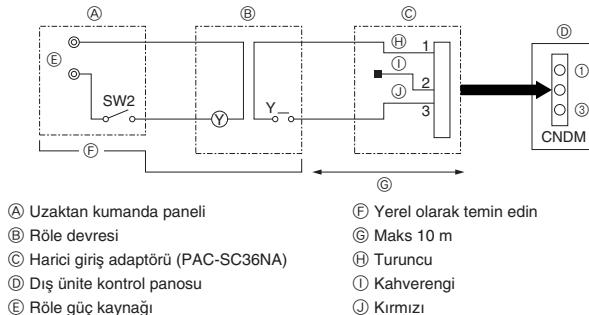

Fig. 9-2
① Harici giriş adaptörü (PAC-SC36NA) kullanırken, devreyi gösterdiği şekilde tamamlayın. (isteğe bağlı)
9.2. Talep işlevi (sahada modifikasiyon) (Fig. 9-2)